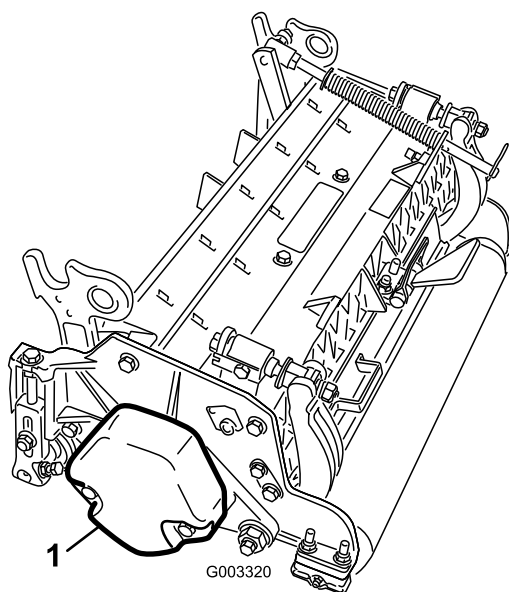

Figura 11
1. En las unidades de corte 2, 4 y 6, retire los 2 tornillos de caperuza que fijan el contrapeso al extremo izquierdo de la unidad de corte. Retire el contrapeso (Figura 11).